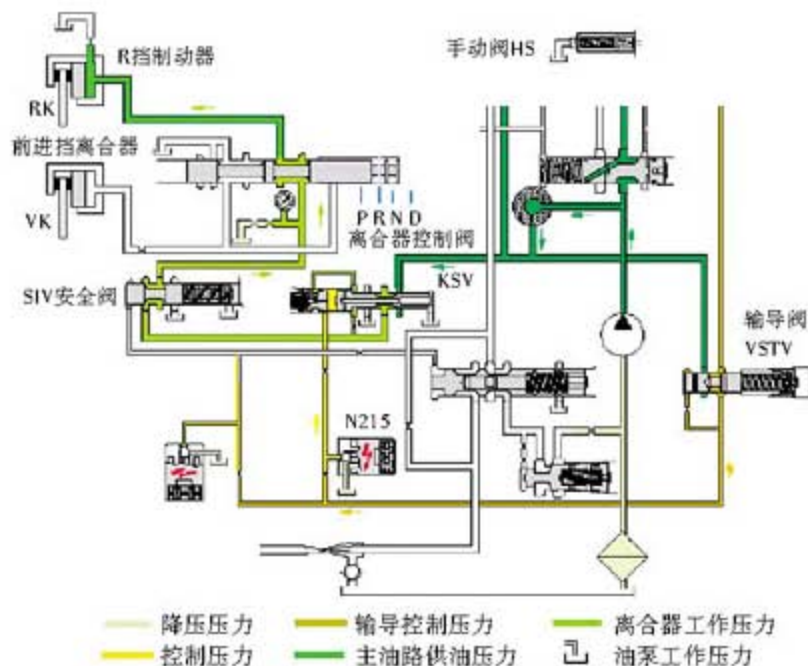

图2 前进挡离合器、倒挡制动器油路控制图
- 4). 离合器或制动器压力与发动机扭矩成正比，与系统压力无关。通过离合器压力控制油路图，液压控制阀体中的输导压力阀(VSTV)始终为压力调节电磁阀N215提供一个500 kPa的常压，根据变速器控制单元J217计算的控制电流值，压力调节电磁阀N215就会调节出一个控制压力，该压力的大小就会决定离合器控制阀(KSV)的位置。离合器控制阀KSV根据N215的触发信号(电流的大小)产生离合器或制动器的控制压力，高控制压力产生高离合器压力，离合器压力通过安全阀SIV传递到手动阀HS，手动阀的位置改变就会将扭矩传递到前进挡离合器(D位置)或倒挡制动器(R位置)，如图2所示。当换挡杆位于P、N位置时，手动换挡阀切断供油，前进挡离合器和倒挡制动器的油路都与油底壳相通，离合器的压力也会随车速的变化而变化。G193压力传感器是监测前进挡离合器和倒挡制动器真实压力的，并把真实信息再反馈给控制单元J217，并再次修正N215电磁阀的工作电流，以便实现合适的离合器或制动器压力，同时输出扭矩的变化由压力传感器G194实时监控。